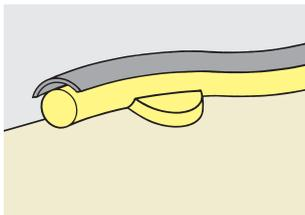

Fig. 3
- En diseños resilientes, se adapta el alambre de resiliencia de estaño por oclusal, sobre toda la longitud de la barra (Fig. 3). El alambre se retira después de prensar la prótesis. Colocar la cantidad deseada de caballitos.